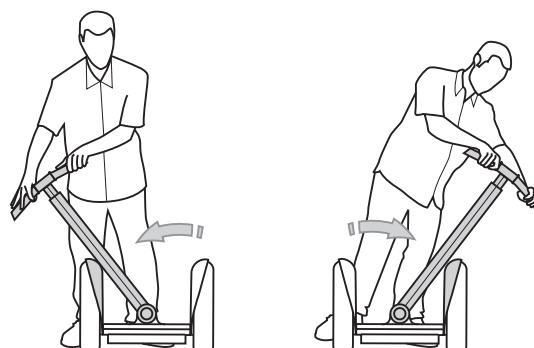

図 2. LeanSteer フレームをピボットベースアセンブリからリリースする
3. LeanSteer フレームが外れそうになるまで、LeanSteer フレームを左右一杯に傾けます。ウェッジクランプアセンブリがピボットベースアセンブリから外れる際に、カチッという音が聞こえたり感じられたりします。図 2 を参照してください。